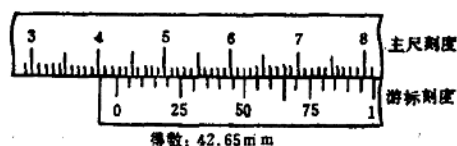

图 1-3 0.05mm游标卡尺的读数
0.1mm，第3条线相差0.15mm，依此推至第20条线正好相差1mm。因此，副尺每移动0.05mm，就有1条线和主尺的某1条线对齐。测量时，若副尺的第1条线与主尺的第1条线对齐时，则两卡脚间距为0.05mm，如此重复上述方法就可读出1mm之间以0.05mm为单位的全部小数如图1-3所示。
3) 读数方法 (参考图1-3)